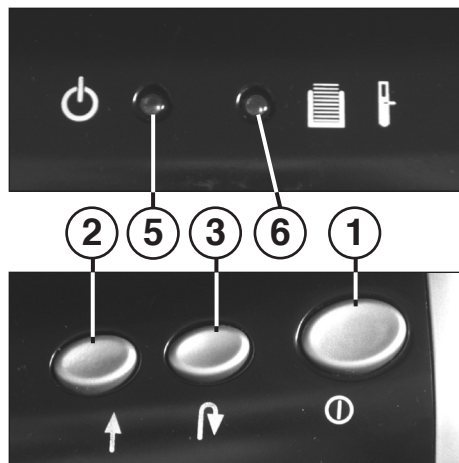

Fig. 1
„Disponibilidad de servicio“ (Fig. 1)
## 2 = Tecla de avance (Fig. 1)
## 3 = Tecla para atrás (Fig. 1)
(rojo / amarillo) (Fig. 1)
Conectar la máquina mediante el pulsador (1) (Fig. 1). Se ilumina la indicador de control (5) (Fig. 1).
**¡El nivel de llenado de la bandeja recolectora (10) no se puede constatar por el sistema de control para cesto lleno!**
En cuanto el recipiente recolector se haya llenado de papel, el aparato se desconectará. Se emite una señal acústica. El indicador de control (6) (Fig. 1) se enciende (rojo).
- Extraiga el recipiente recolector (9) con bandeja recolectora (10) de la parte inferior de la carcasa.
- La señal acústica deja de sonar. El indicador de control (6) (Fig. 1) se apaga.
Tenga en cuenta que el aparato no quede conectado durante la noche, accionar el pulsador (1) (Fig. 1).